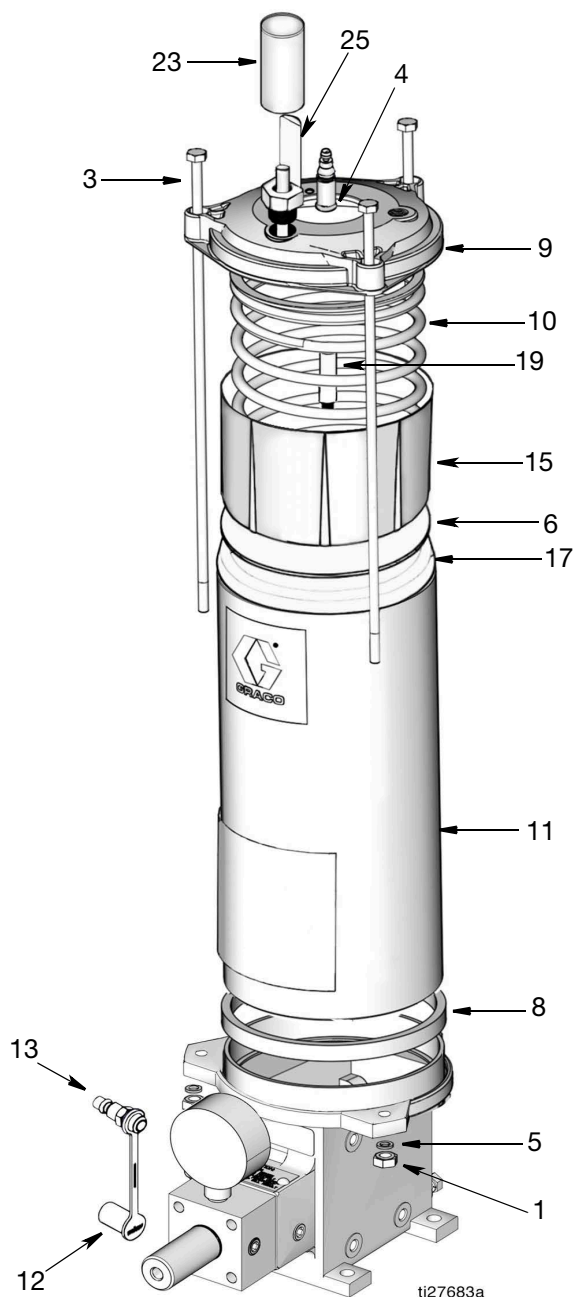

图 11
有关在以下说明中用到的参考号，请参考图 11。
4. 如有必要，卸下加注螺柱 (13)（图 11）。
5. 从拉杆 (3) 上卸下六角螺母 (1) 和锁紧垫圈 (5)（图 11）。
6. 从储罐盖 (9) 上拆下拉杆 (3)（图 11）。
7. 从泵上提起储罐 (11)，将储罐盖 (9) 保持在管子顶部的位置（图 11）。
8. 将储罐 (11) 滑离储罐盖 (9)，直至脱离压油杯 (15 和 17)（图 11）。
9. 从泵上卸下垫片 (8)（图 11）。
在重新组装泵组件时，请使用系统中使用的相同润滑剂润滑压油杯（15 和 17）（图 11）以及储罐管（11）的内径。